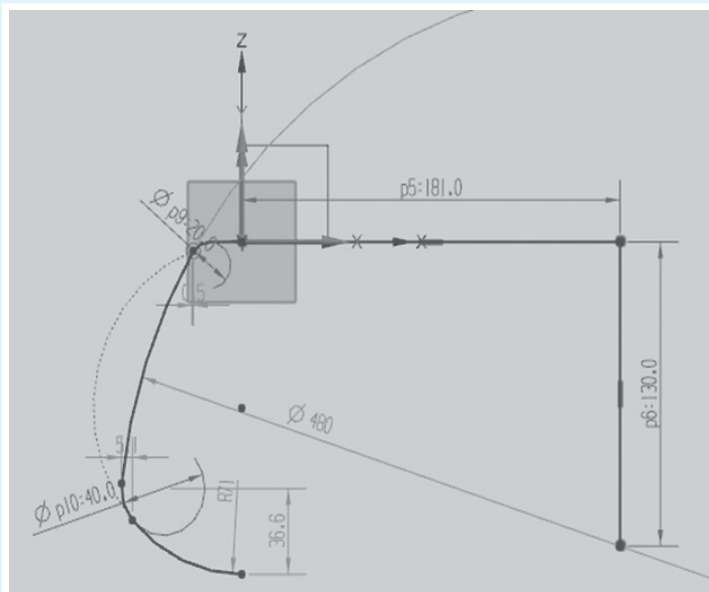

图 1-71
(4) 在草图环境中绘制如图 1-71 所示的草图。
(5) 单击“草图”组中“完成”按钮，退出草图环境并返回“旋转”对话框。